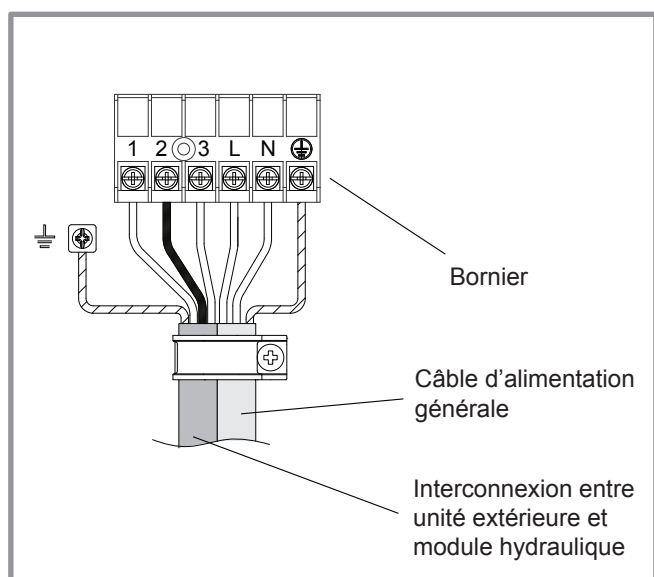

figure 36 - Connexions au bornier de l'unité extérieure
- Utiliser la plaque de fixation pour tenir les câbles contre la plaque isolante (rep. 1 à 3 figure 36). **Fixer les câbles afin qu'ils ne soient pas en contact avec les tuyaux et les vannes** (rep. 4).